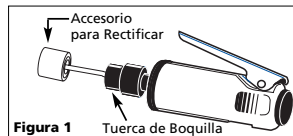

Figura 1
- Introduzca el extremo del accesorio para rectificar dentro del orificio de la boquilla (Vea la Figura 1).